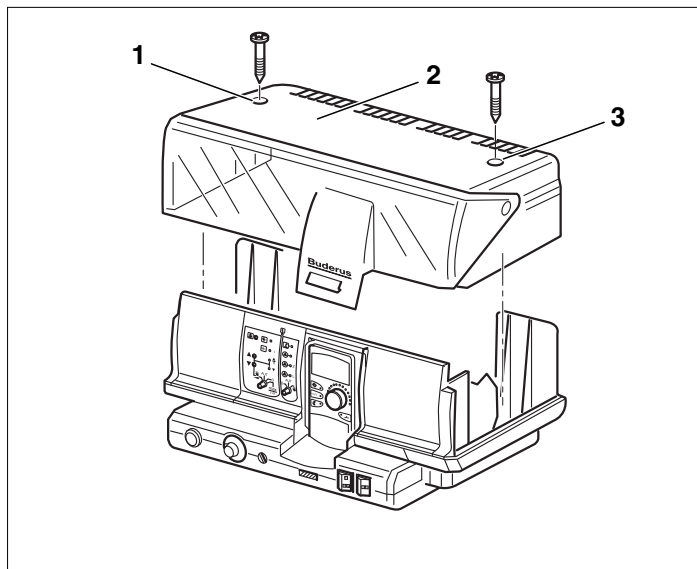

Рис. 14 Демонтаж крышки
- Отверните 2 винта на верхней крышке корпуса (Рис. 14, поз. 1 и 3).
- Снимите клеммную крышку (Рис. 14, поз. 2).